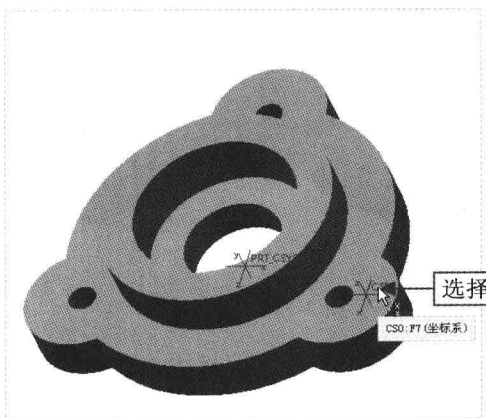

图 7-124 选择坐标系
Step 03 弹出“测量:变换”对话框,按住【Ctrl】键的同时,在模型的坐标系单击鼠标左键,如图 7-124 所示。